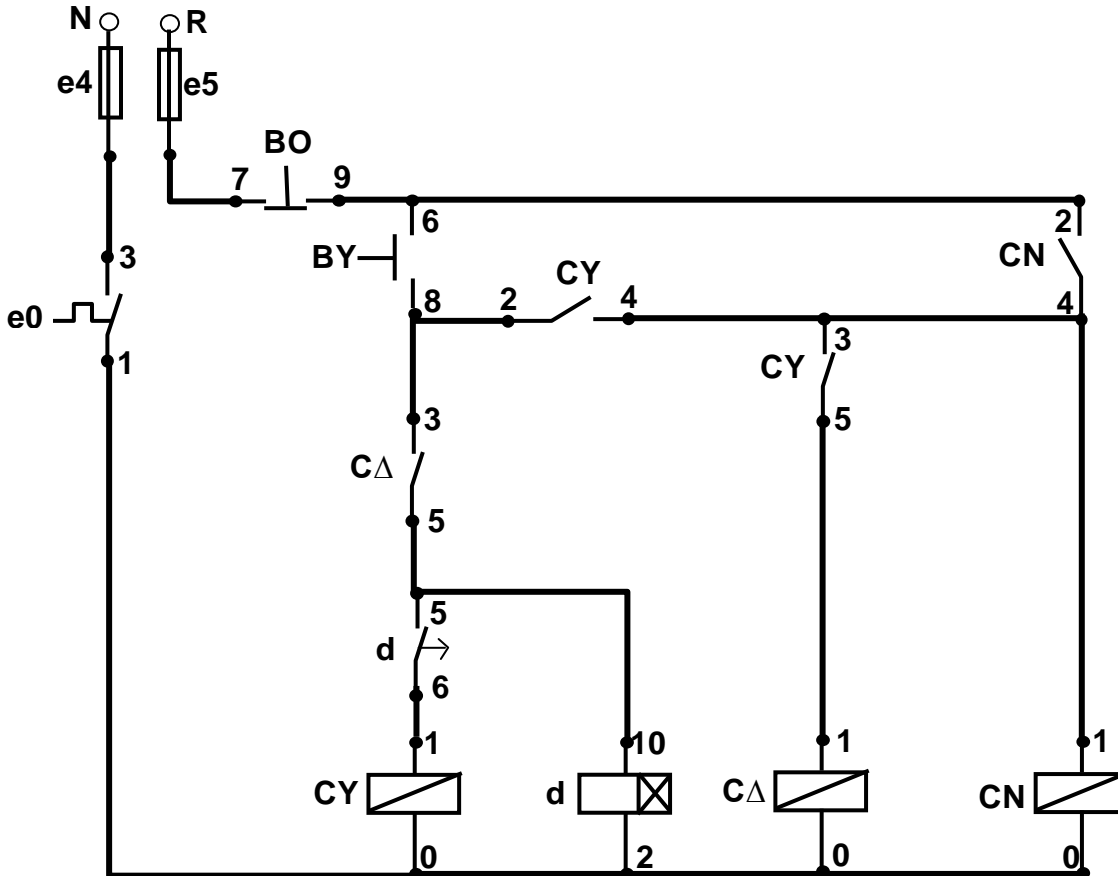

Fig.1 Schema electrică de comandă
I. Identifică elementele din schema electrică de comandă la aparatele de pe panopia de lucru, și execută legăturile electrice dintre elemente conform schemei din **fig.1**.
Notează pe traseele schemei electrice din **fig.1**, cu cifre, ordinea cronologică în care vei executa conexiunile.